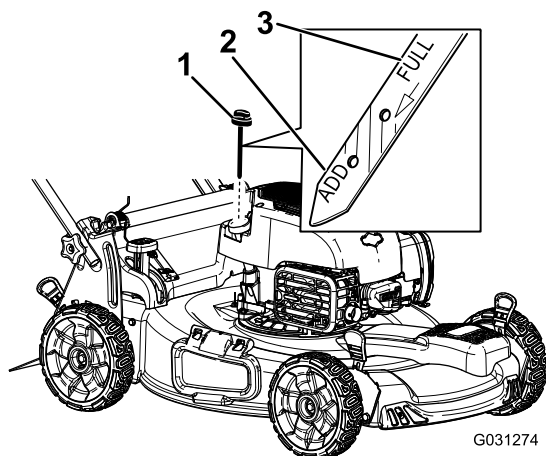

Figura 13
3. Retire la varilla, límpiela, y vuelva a colocarla (Figura 13).
4. Retire la varilla y compruebe el nivel de aceite (Figura 13). Si el nivel de aceite está por debajo de la marca "Add" de la varilla, vierta lentamente aceite en el tubo de llenado hasta que el nivel llegue a la marca "Full" de la varilla. **No llene demasiado.**